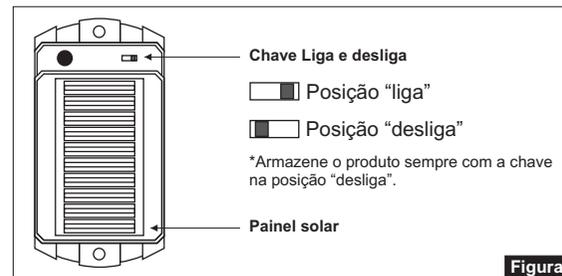

Figura 2
- Alimente a unidade RX obedecendo a polaridade e ligue a unidade TX através da chave liga e desliga (Figura 2);